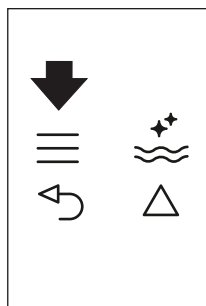
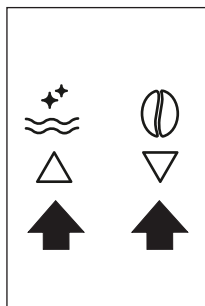

Fig. 22
Fig. 9
- ▶ Pulse el icono ≡ (B2) para entrar en el menú (Fig. 22), luego pulse los iconos △ ▽ (B7) y (B8) (Fig. 9) hasta que aparezca el mensaje "PROGRAM CAPPUCCINO" (programar capuccino).